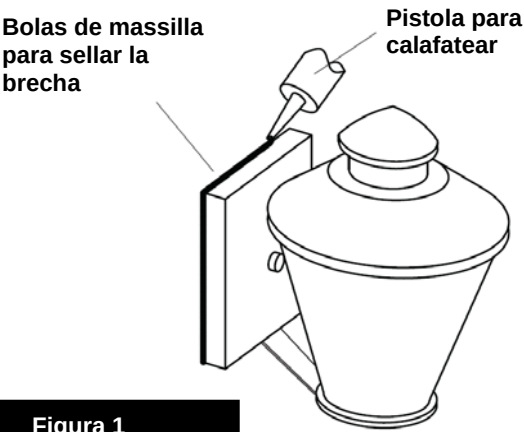

Figura 1
1. Preparar cinta de montaje (A), encroscando los dos tornillos de 1 ¼" de largo de montaje (B) en la parte posterior de la cinta de montaje (A) – **Véase la Figura 1**.
- Asegúrese de que los agujeros en los que los tornillos se enroscan partido el espaciamiento de los agujeros en la placa trasera (E).
2. Coloque la correa de montaje (A) a la caja de conexiones (J) con dos tornillos de 1" (C), siempre.
1. Para montar dispositivo, deslice los dos tornillos de montaje (B) a través de los dos agujeros de montaje (D) en la placa trasera (E) - **Véase la Figura 1**.
2. Mientras mantiene fijo en su lugar, enrosque las perillas de dos bolas (F) hasta el final de los tornillos de montaje (B), y apriete.
1. Conecte el cable de alimentación positiva (A) (normalmente negro o la cara lisa, sin marcas del cable de dos conductores) de plomo accesorio positivo (B) con un giro de tamaño adecuado en el conector – **Véase la Figura 1 y 2**.
2. Conecte el cable de alimentación negativa (C) (por lo general de color blanco o el lado marcado estriado del cable de dos conductores) de plomo accesorio negativo (D).
Para conectar a tierra en un sistema eléctrico de 3 hilos, fije el cable de tierra del artefacto (E) (generalmente de cobre o verde recubierto de plástico) a la brida de montaje accesorio (M) con el tornillo de tierra (S) – **Véase la Figura 1**.
Des pués de asegurar accesorio a la pared, se recomienda que la distancia entre la pared y la place de fijación puede sellare con cualquier buena massilla impermeable de calidad o sellador de silicona (No Incluido) - Vésa La Figura 1.